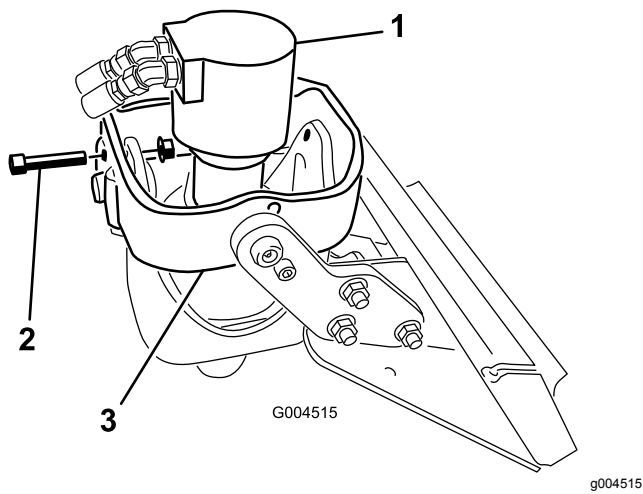

Figura 4
2. Si está instalando un taladro en el cabezal de transmisión modelo 22806, apague el motor y retire la llave. Coloque el cabezal de transmisión en posición vertical, introduzca un perno ($\frac{1}{2}$ " x $2\frac{1}{2}$ ") en los taladros de los brazos de enganche delanteros y fíjelo provisionalmente con una tuerca con arandela prensada ($\frac{1}{2}$ "), tal y como se muestra en la Figura 4.